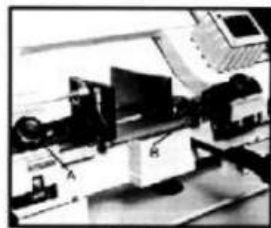

Fig.6
2. Allentare la manopola (A.Fig.6) e il bullone (B). Far scorrere i gruppi guida lama il più vicino possibile possibile al materiale senza toccarlo con il taglio.
3. Serrare la manopola (A) e il bullone (B) e collegare la macchina alla fonte di alimentazione.